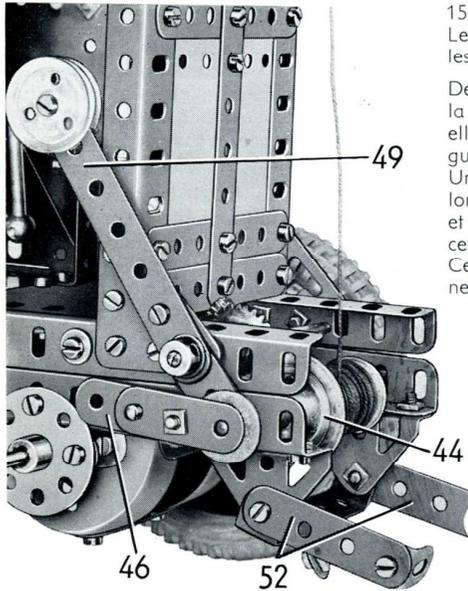

FIG. 6 Le contrepois et le levier montés à une extrémité de l'arbre du tambour d'enroulement.
L'entraînement du treuil se commande en faisant coulisser la tringle de 11,5 cm. vers le haut dans les trous allongés jusqu'à ce que l'anneau de caoutchouc de la poulie (44) appuie contre la bague d'arrêt (43). Le mouvement de la tringle est commandé par un bras de manivelle double (46) prolongé par une bande de 3 trous (fig. 6). Ces pièces sont fixées sur une tringle de 13 cm. (47) qui passe dans les bandes de 3 trous boulonnées au-dessus des trous allongés du châssis. Un bras de manivelle double (48) est fixé sur la tringle (47). Le bras de manivelle (45) et la bande boulonnée sur le bras de manivelle double (46) sont glissés aux extrémités de la tringle qui porte le tambour du treuil. D'un côté, un levier formant contre-poids (49) est monté sur la tringle et est tenu écarté de la bande de 3 trous par deux disques de 19 mm. Le levier est constitué par une bande-glissière de 5 cm. et une bande de 7 trous qui se recouvrent sur deux trous, et il est tenu par une bague d'arrêt à une extrémité de la tringle (42). L'extrémité supérieure du levier est lestée par deux poulies folles de 25 mm.
Deux bandes de 4 trous (52) sont réunies à la bande de 15 trous par des équerres, et elles sont boulonnées sur des embases triangulées coudées fixées sur le châssis (fig. 6). Une bande coudée de 60×12 mm, est boulonnée entre les embases triangulées coudées, et une bande de 5 trous (53) est fixée sur cette dernière par une équerre à 135° . Cette bande est disposée de façon que l'anneau de caoutchouc monté sur la poulie (44) appuie contre elle quand le tambour du treuil est tiré par son ressort au bas des trous allongés. Ceci constitue un frein automatique qui n'agit plus quand le tambour se relève pour fonctionner.